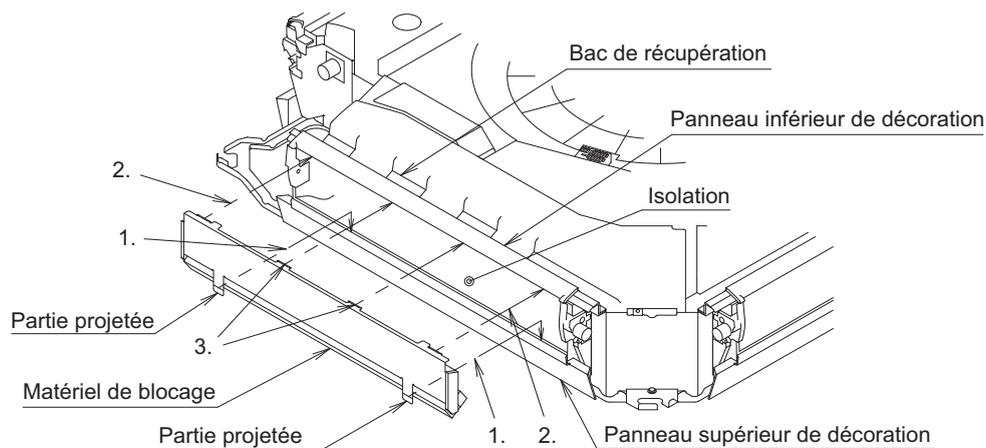
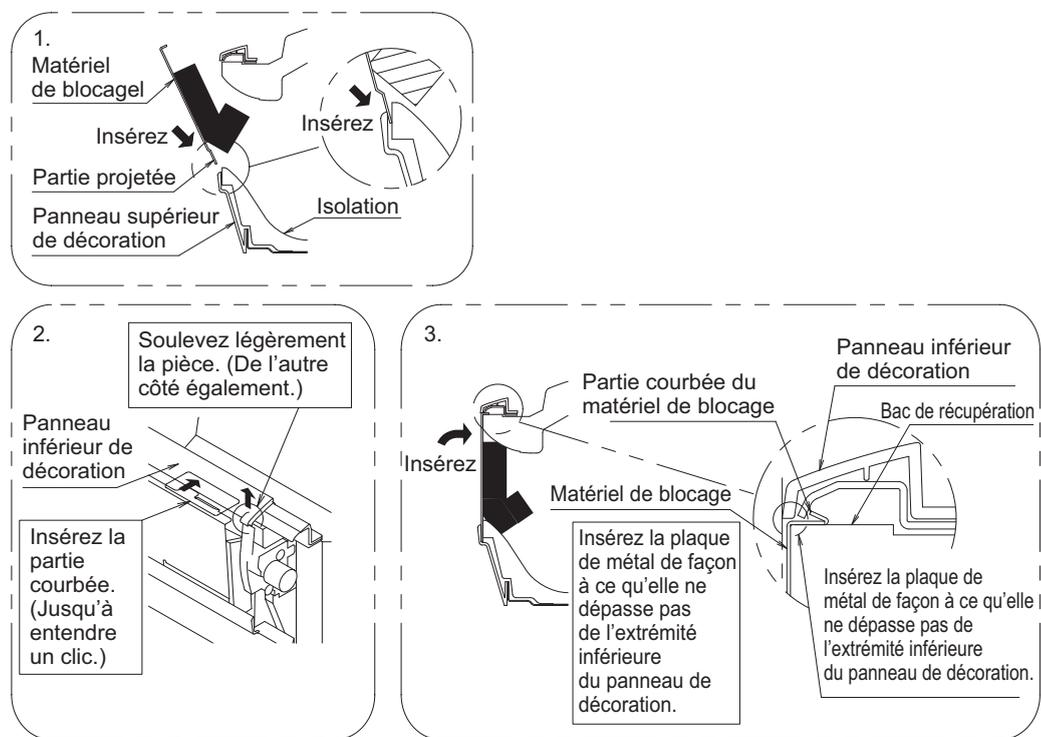

Fig. 12
Fig. 13
(2) Fixez le matériel de blocage à la sortie d'air. (Reportez-vous à la Fig. 12 et Fig. 13)